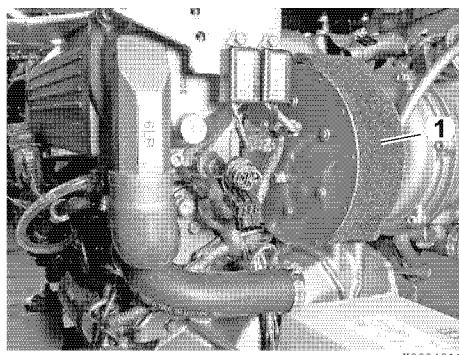

Figura 14
1. Far scorrere il filtro dell'aria (1, **Figura 14**) fuori dall'ingresso dell'aria.